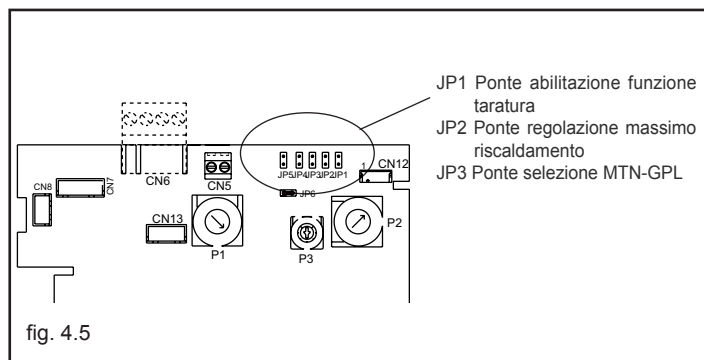

fig. 4.5
**⚠** La funzione "regolazione elettrica" viene attivata e disattivata esclusivamente dal jumper (JP1) (fig. 4.5).
- inserire il jumper JP1 (fig. 4.5) per abilitare le manopole poste sul pannello di comando alle funzioni di regolazioni del minimo e del massimo riscaldamento.
- inserire il jumper JP2 (fig. 4.5)
- sulla scheda di controllo (fig. 4.5):